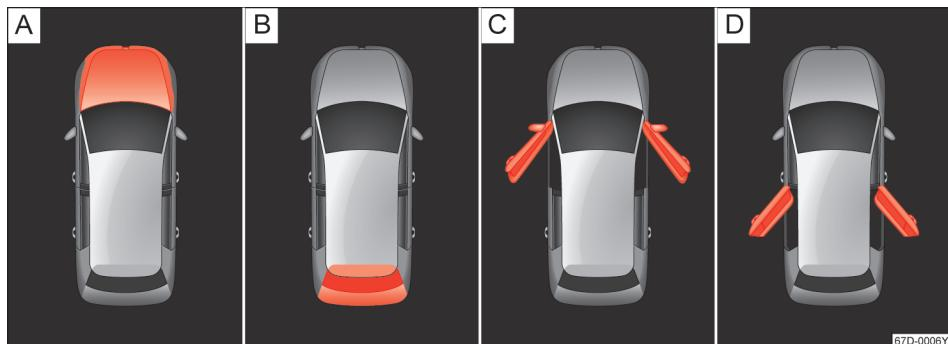

图 13 显示屏显示: (A) 发动机舱盖处于打开状态, (B) 行李厢盖处于打开状态, (C) 前车门处于打开状态, (D) 后车门处于打开状态
- 车门、发动机舱盖和行李厢盖未关闭→图 13
### → 图 13 说明